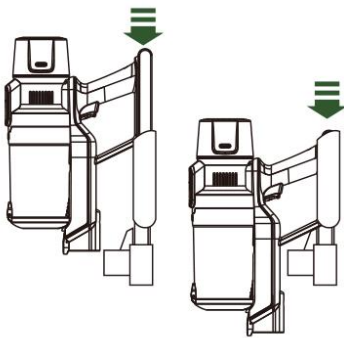

Fig. 2
2. Enclenchez simplement l'appareil dans le socle de charge pour le recharger (Fig. 2). Branchez l'adaptateur de charge dans la prise secteur.